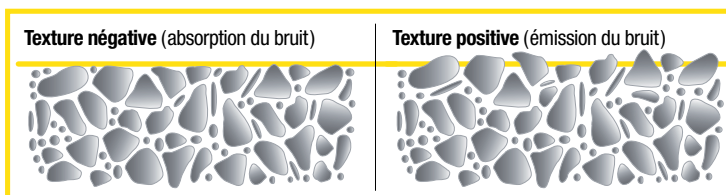

FIGURE 12 Textures affectant le bruit dégagé lors du contact pneu-chaussée
La solution la plus efficace pour diminuer le bruit routier implique d'intervenir directement à la source. Un revêtement phonique peut réduire de 3 à 5 dB(A) le niveau de bruit au contact pneu-chaussée comparativement aux enrobés à chaud grâce, entre autres, à une surface de roulement caractérisée par une macrotexture négative (figure 12). La diminution du bruit peut atteindre 7 dB(A) lorsqu'il y a un recouvrement d'une surface en béton.